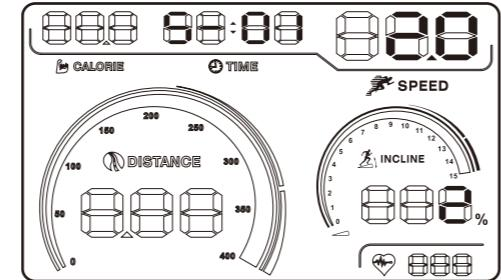

图44
- 设定好时间后，长按面板上Training Prog键 ，直至屏幕上方出现S-01字样，此时进入训练段的速度与坡度设置，先通过SPEED（速度）的+(增加)/-(减少)键设定速度，再通过INCLINE（坡度）△（升起）/▽（降低）键设定坡度，每一段设定好速度与坡度后，再次按Training Prog键 ，进入下一段的速度与坡度设置，共20段。当第20段设置完成后，按下Training Prog键 ，U01用户自定义程式设置完成，并存储在跑步机中。（图44所示）。